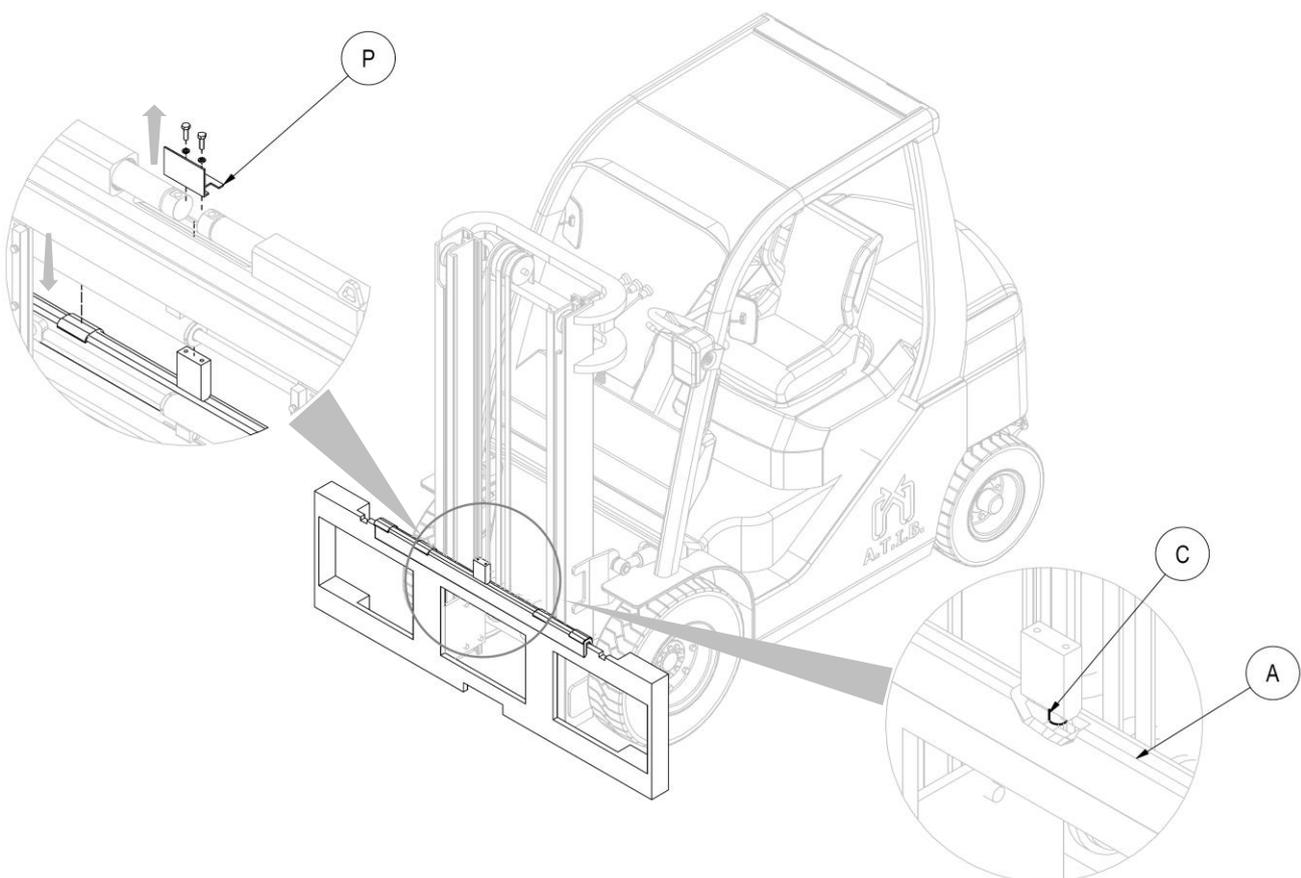

Abbildung 6
4. Nachdem Sie die Schrauben des Schutzblechs **P** abgeschraubt haben, nehmen Sie manuell das Gleitprofil **A** (mit den entsprechenden Gleitstücken) und positionieren Sie es auf dem oberen Profil des Gabelträgers. Bitte darauf achtgeben, dass der Zentrierstift **C** in die mittlere Kerbe des Gabelträgers einpasst (siehe *Abbildung 6*).